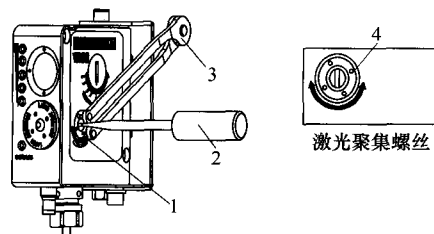

图 5
X轴刀具检测的位置, RENL[15]=Y轴刀具检测的位置, RENL[16]=Z轴刀具检测的位置。⑤焦距的调整, 如图5所示调整TRS2焦距。